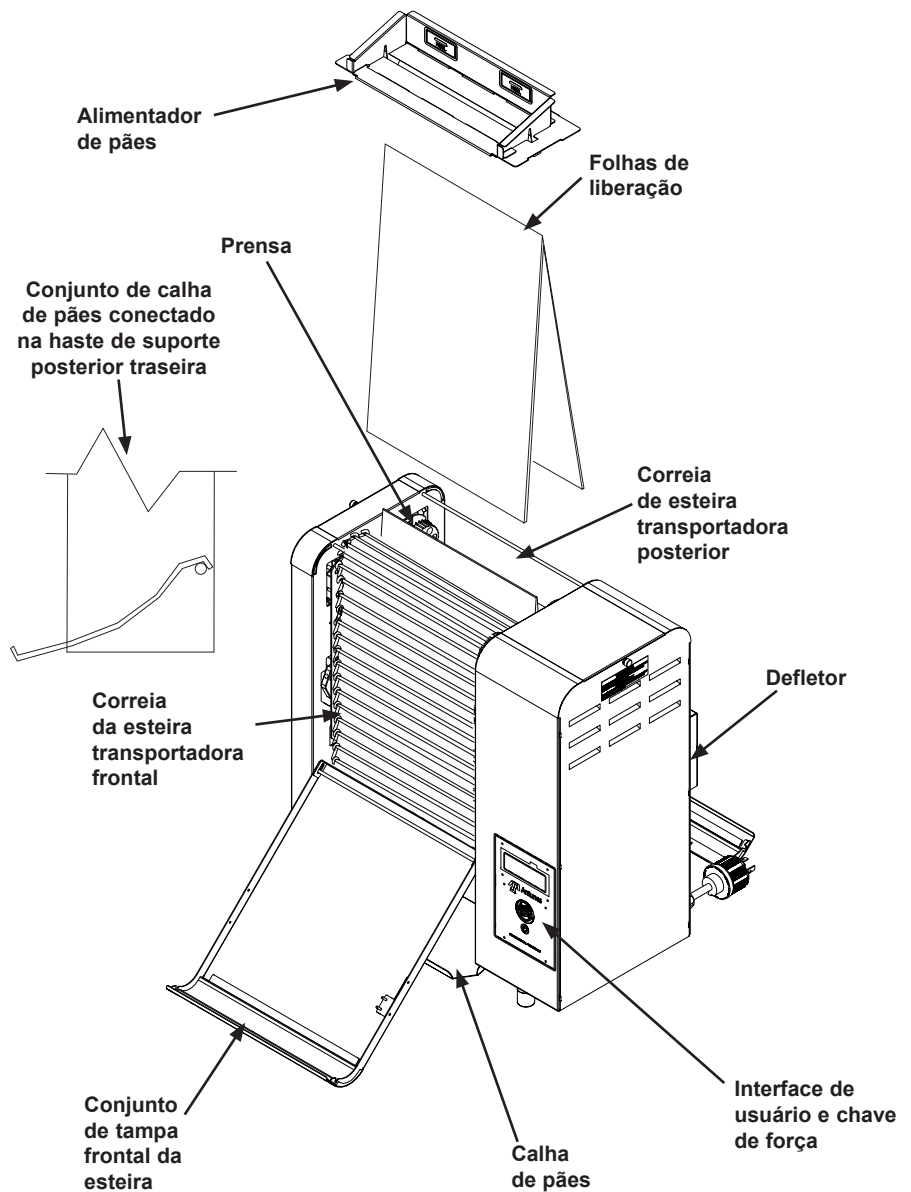

Figura 1. Componentes
5. Instale a Calha de Pães, a Folha de Liberação e o Alimentador de Pães como mostrado em Figura 1.
3. Usando luvas resistentes ao calor, remova os seguintes itens da torradeira (consulte a Figura 1):